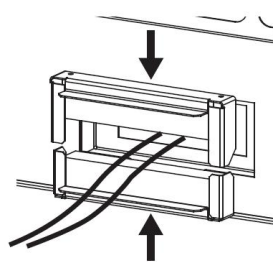

図10
- ③ 分離したケーブルクランプの間にケーブルを通し、挟み込んでください。(図10参照)